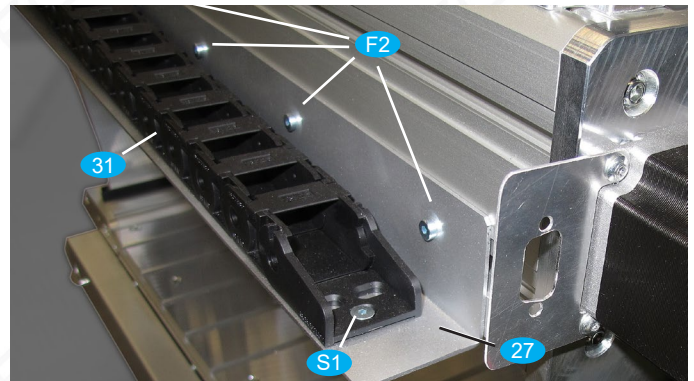

Bild 35: Montage des Schleppkettenwinkels **27** an der Rückseite des Führungsprofils für die X-Achse
- Befestigen Sie den Schleppkettenwinkel **27** mit Flachkopfschrauben **F2** und Hammermuttern **H1** an der Rückseite des Führungsprofils **12**, wie in Bild 35 und 36 gezeigt.
- Hängen Sie die X-Schleppkette in das Anschlusskit ein und befestigen Sie das freie Ende mit Senkkopfschrauben **S1**, Unterlagscheiben **58**, Muttern **59** und dem zweiten Teil des Anschlusskits am Schleppkettenwinkel, wie in Bild 35 gezeigt.